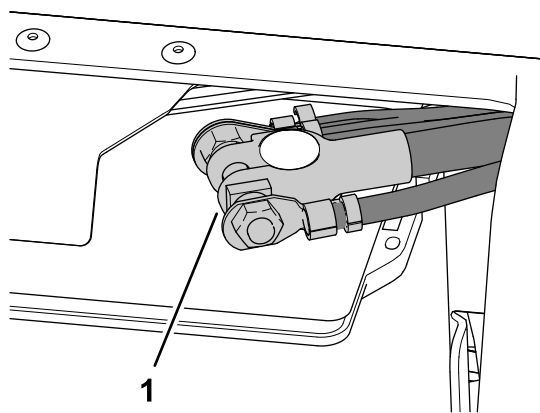

Figura 27
1. Conecte el terminal del cable negativo de la batería al borne negativo de la batería, y apriete la tuerca del terminal a mano (Figura 27).